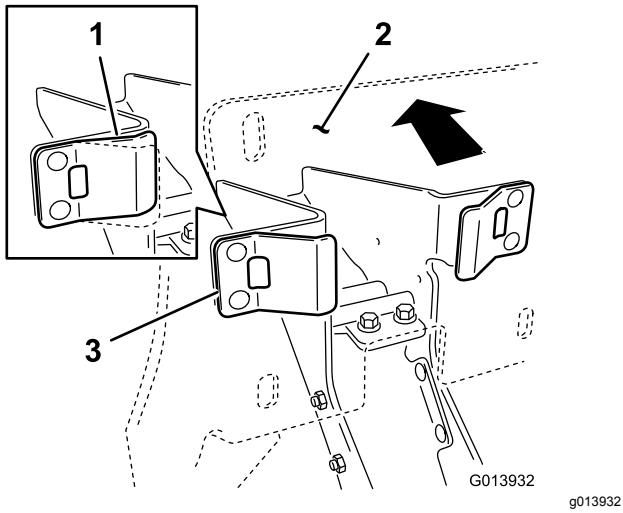

Bild 19
4. Nachdem Sie sich vergewissert haben, dass die Kunststoffanschläge die Federnasen berühren, üben Sie genügend Druck auf die Rückplatte der Wiege aus, um die Federnasen auf halbem Wege zusammenzudrücken (Bild 19).